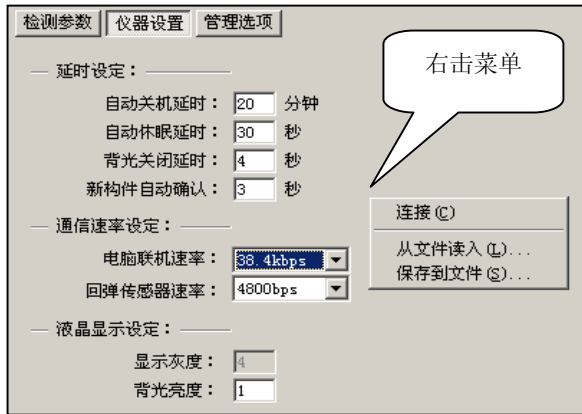

图 7-3
2) 在软件右窗口中点击“仪器设置”按钮，会出现如图 7-3 所示的延时设定、通信速率设定、液晶显示设定，其中的数值也都是从回弹仪主机中导入的，您可以修改、从文件读入、保存到文件、写回仪器，具体操作同上。